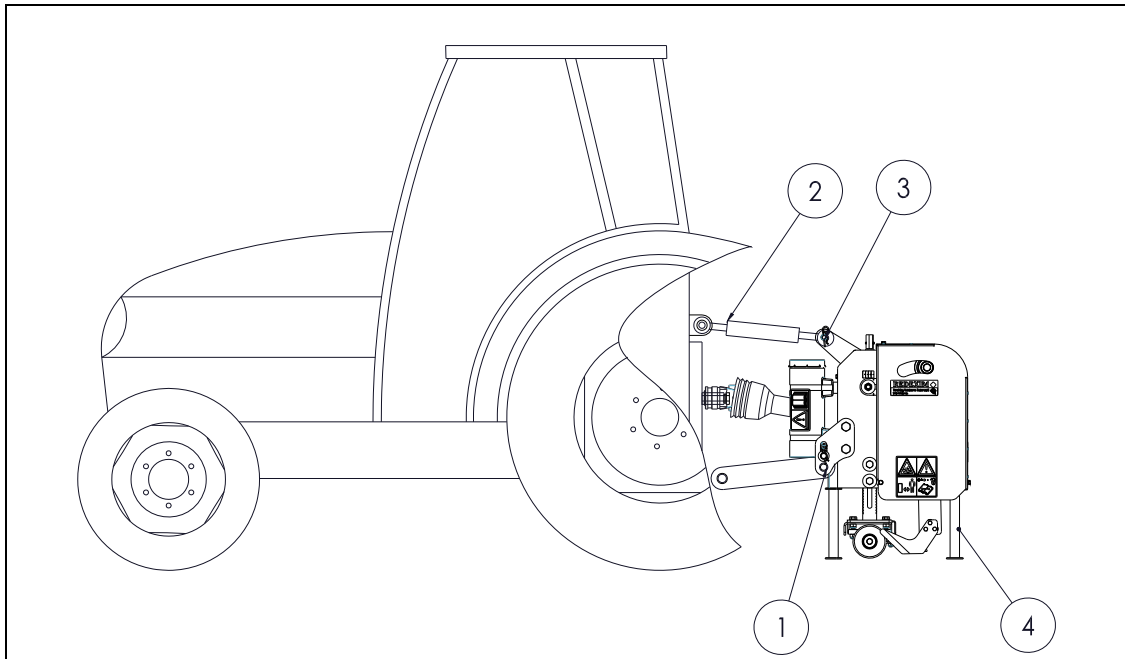

Abb. 7
Gehen Sie wie folgt vor: (Abb. 7)
3. Entfernen Sie die Ständer 4 (siehe Abb.7)